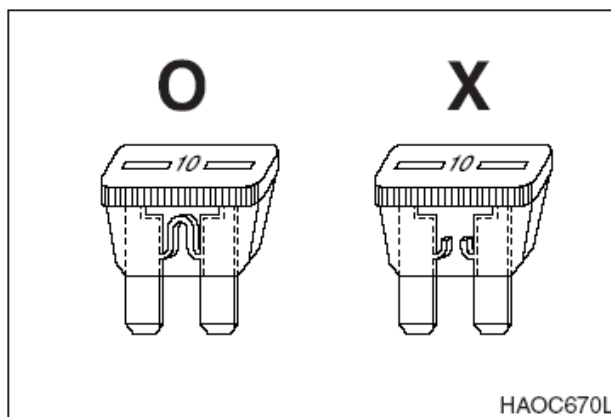

Рис. 89
1. Предохранители в блоке предохранителей предназначены для защиты различных электрических цепей и их компонентов от повреждения. См. Рис. 89. Используются стандартные автомобильные предохранители.